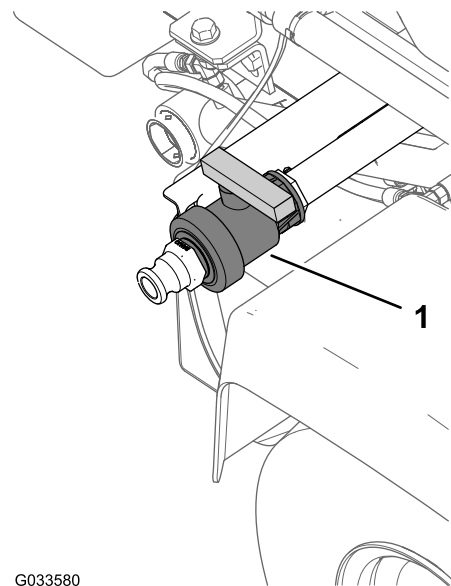

Bild 82
2. Ermitteln Sie das Ablassventil des Behälters an der linken Seite der Maschine (Bild 82).